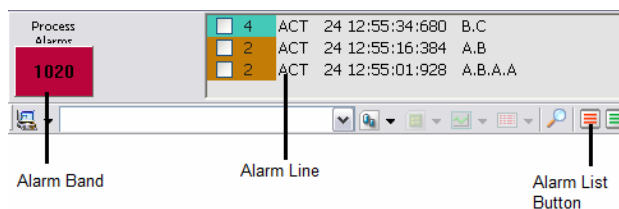

Abbildung 82. Zugriff auf die Prozessalarmliste
- Klicken Sie in der Applikationsleiste auf die Schaltfläche Prozessalarmliste, um eine Liste aller Prozessalarmer aufzurufen, siehe Abbildung 82.
- Klicken Sie auf eine Alarmanzeige, um alle Alarmer für einen bestimmten Prozessbereich aufzurufen, siehe Abbildung 82. Weitere Informationen zur Alarmanzeige finden Sie unter auf Seite 25.
- Von einer Alarmzeile in der Applikationsleiste über das Kontext-Menü (siehe Abbildung 82).